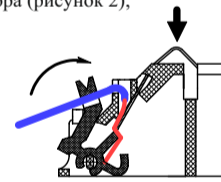

Рисунок 2
– ввести в канал провод и зафиксировать его, поджав кнопку-зажим до упора (рисунок 2);
– проверить надежность соединения для чего необходимо надавить на изгиб контакта, имитируя нажим датчиком (рисунок 2) и потянуть провод на себя;
– завести провод в паз, расположенный на кнопке-зажиме (рисунок 2).